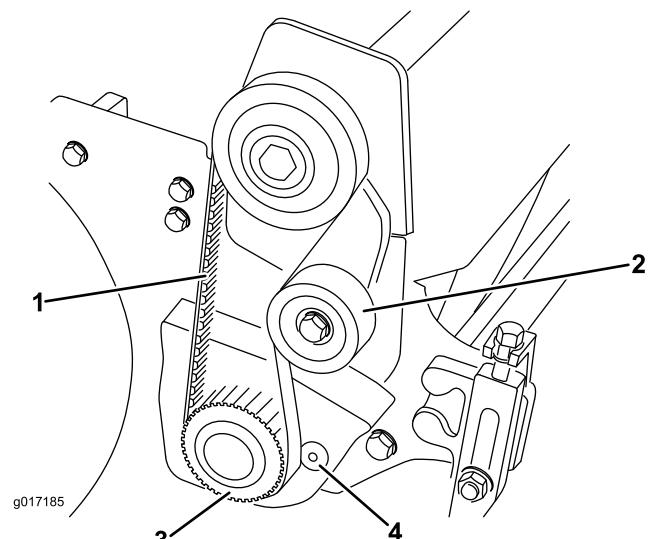

Рисунок 8
17. Ослабьте натяжной шкив, чтобы снять натяжение ремня, и снимите ремень привода барабана со шкивов (Рисунок 8).
18. Используя сменную головку на 1/2 дюйма с храповым механизмом и удлинителем, снимите ведущий шкив с вала барабана (Рисунок 8). Зафиксируйте барабан от проворачивания с помощью деревянной колодки.